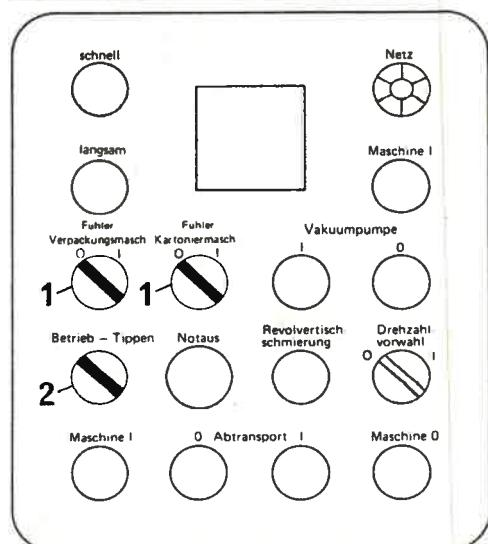

Bild 146
7. Wahlschalter der Fühler auf „0“ schalten (Bild 146/1) und Wahlschalter „Betrieb/Tippen“ (Bild 146/2) auf Betrieb schalten.